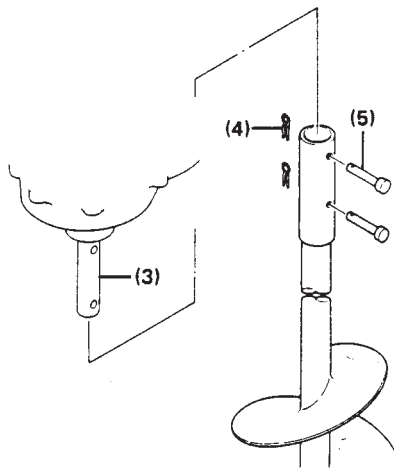

Fig. 2
- 3) Per l'installazione della trivella, mettere la testa di potenza al suolo. Mettere la trivella sull'albero di trasmissione. Mentre si allinea ogni foro dell'albero di trasmissione e la trivella, inserire i due perni di fissaggio forniti nei fori e fissarli con i perni a scatto usando delle pinze. (Fig. 2).